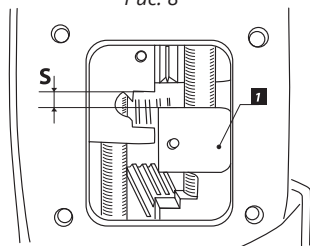

Рис. 9
3. Проверьте величину **S** (**Рис. 9**), она должна составлять минимум 4 мм (если меньше, то доработайте торец вилки [1]).